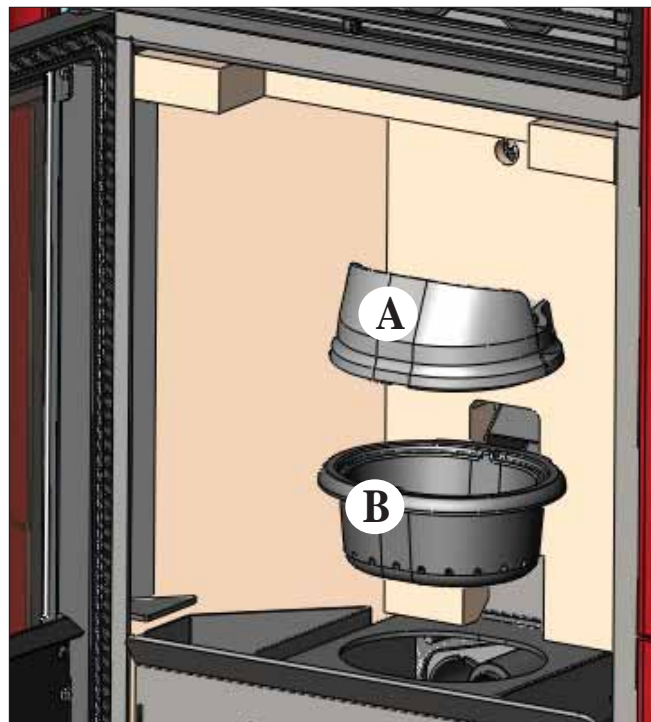

fig. 1
Después de la limpieza normal, el **INCORRECTO** acoplamiento del crisol superior (A) al crisol inferior (B) (fig.1) puede poner en peligro el funcionamiento de la estufa.